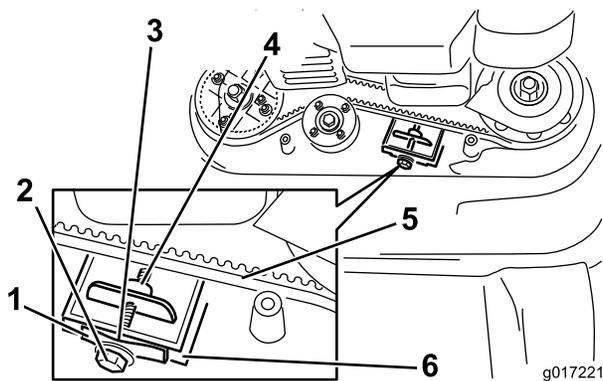

Figure 36
**Remarque:** S'il y a un espace visible entre la jauge et le ressort, serrez le boulon et l'écrou de réglage jusqu'à ce que le papier puisse juste passer dans l'espace (Figure 36).